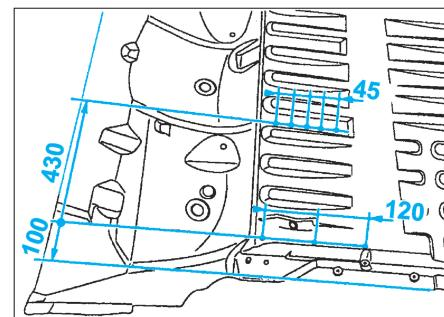
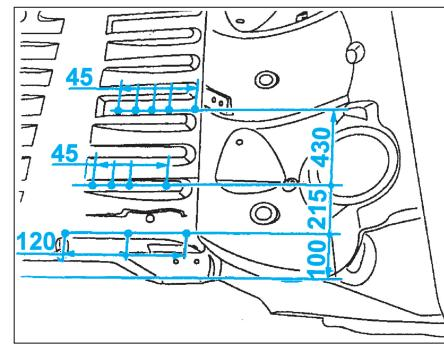
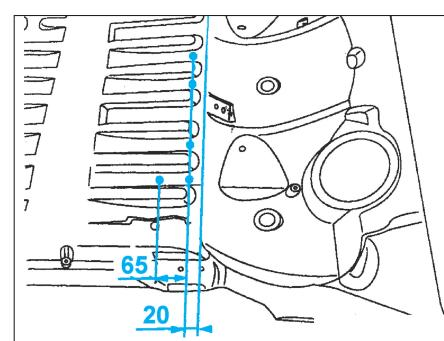

FIG. 150
FIG. 151
FIG. 153
- Tracer puis percer à Ø 6,5 mm pour soudage ultérieur par points bouchons (Fig.150), (Fig.151), (Fig.152) et (Fig.153).